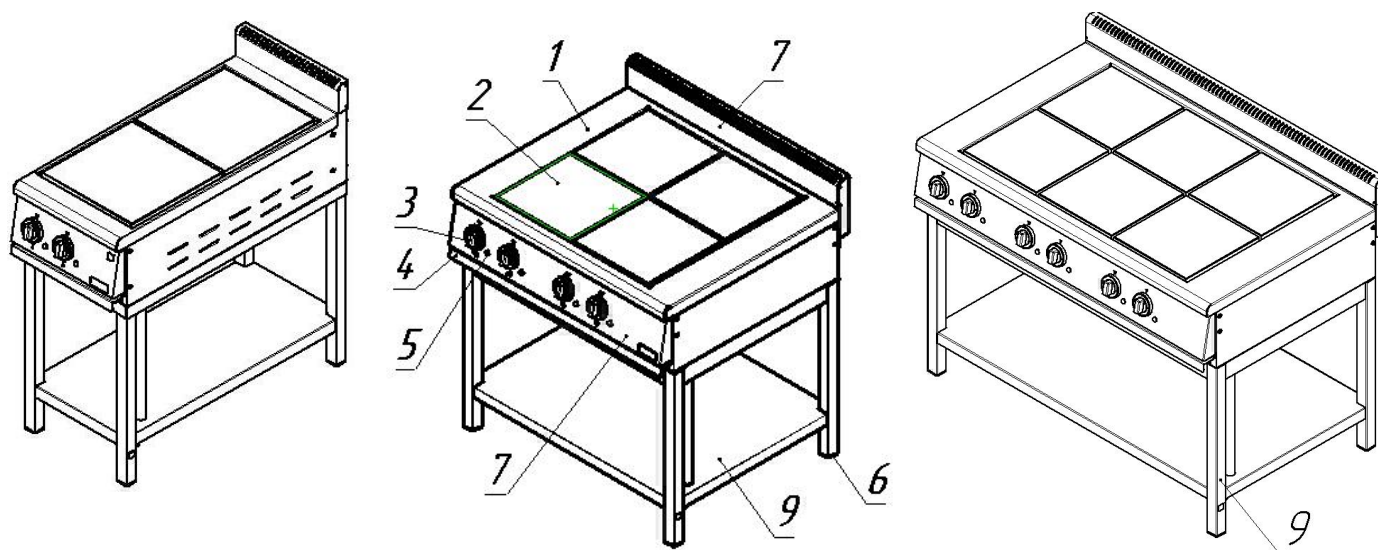

Рисунок 1- Составные части плит
5.2.1 Плита состоит из каркаса, на котором установлены конфорки (2) рисунок 1. Конфорки установлены на опорах – болтах, с помощью которых регулируется положение конфорок в одной плоскости. Схема расположения конфорок изображена на рисунке 2.
5.2.3 При утечке жидкости, которая образуется на рабочей поверхности плиты при приготовлении пищи, слив предусмотрен в выдвижной поддон (4) рисунок 1, который располагается под конфорками.
5.3.1 Установите ручки переключателей мощности конфорок (3), рисунок 1 в положение «3» (макс.), при этом должна загореться арматура светосигнальная (5) рисунок 1.
6.4.1 Снимите панель управления (7) рисунок 1.
6.4.2 Электропитание подведите к блоку зажимов, расположенному за панелью управления (7) рисунок 1.